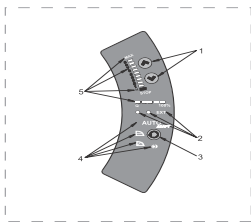

Fig. 11 Betjeningspanel
Betjeningspanelet, fig. 11, består af:
Lyssymbolerne i pos. 4, se fig. 11, viser pumpens indstillinger: